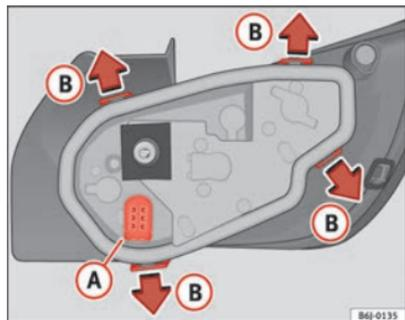

Fig. 153 Cambio lámparas luces posteriores
- Retire el portalámparas, separándolo de la carcasa. Presione para ello las pestañas **B** en el sentido de las flechas ⇒ fig. 153.